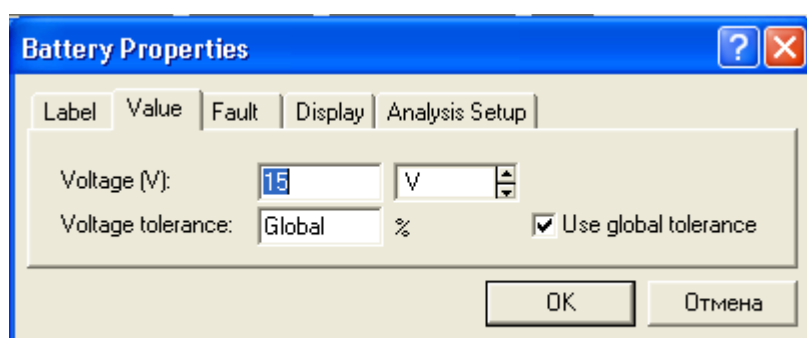

Рис.5
4.1.2. Встановіть розраховану напругу живлення $E_{ж}$ курсором на умовному позначенні джерела живлення $E_{ж}$ (рис. 5) та подвійним кліком лівої клавіші миші. Відкриється панель (рис. 5), на якій слід встановити розраховану за п. 3.3 напругу та зафіксувати її кнопкою ОК.